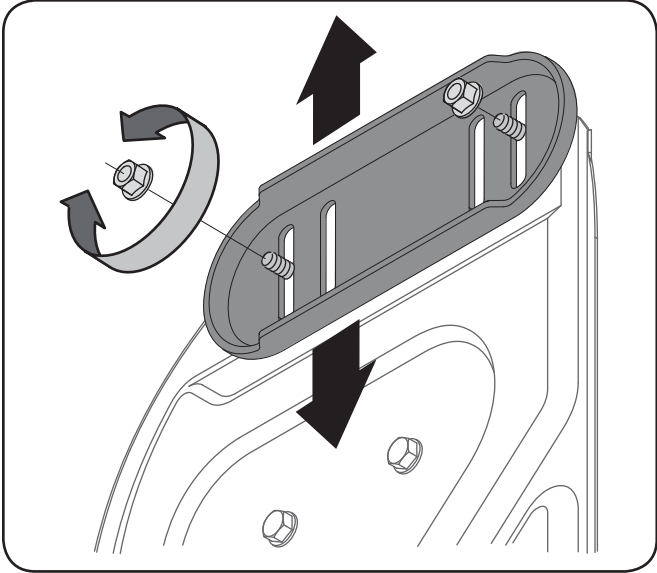

Figure 3-13
1. Ajustez les patins en desserrant les quatre contre-écrous à embase (deux de chaque côté) et les boulons ordinaires. Placez les patins à la position voulue. Voir la Figure 3-13.